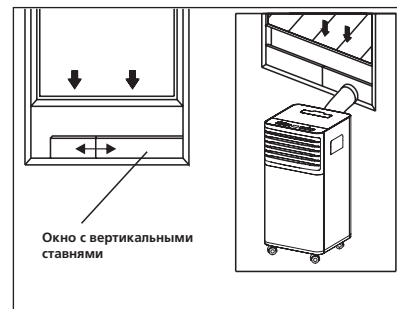
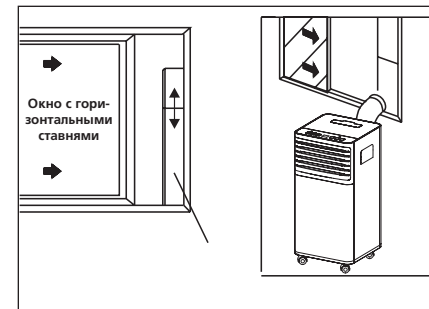

Рис. 8
Рис. 9
- б. Поместите кронштейн на подоконник, закрепите его с помощью штифта, затем опустите окно. Вставьте выпускное сопло в слот кронштейна, после этого подсоедините шланг к кондиционеру. Следуйте изображению на рис. 8 для окна с вертикальными ставнями, и изображению на рис. 9 для окна с горизонтальными ставнями.